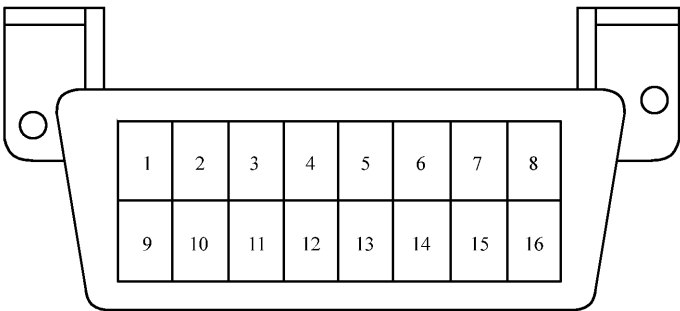

图 1- 5 OBD- II 系统 16 端子诊断插座
- (1) 将各种车型的诊断插座形状统一，均为 16 端子（图 1 - 5）。
- (2) 具有数值分析数据传输功能。
- (3) 统一各个车种的故障码。
- (4) 具有行车记录器功能。
- (5) 具有重新显示内存中故障码的功能。